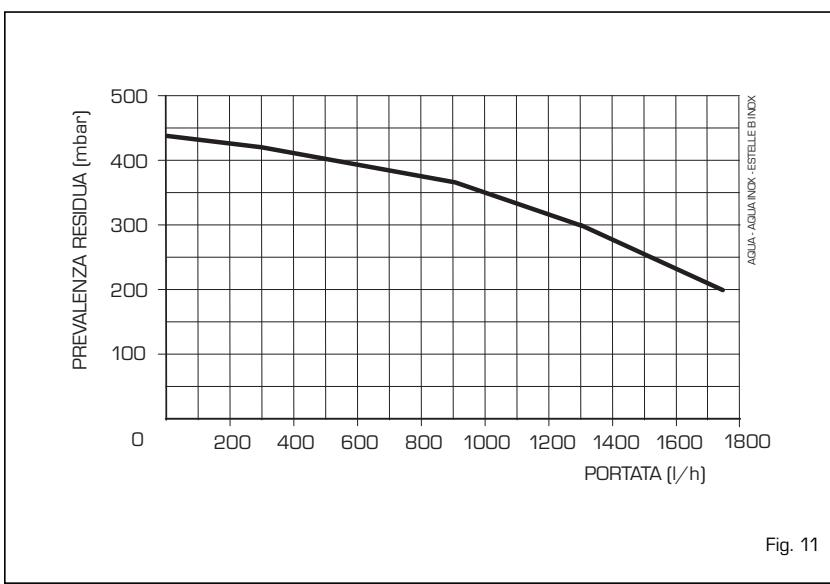

Fig. 11
3.2 PREVALENZA DISPONIBILE ALL'IMPIANTO (fig. 11)
La prevalenza residua per l'impianto di riscaldamento è rappresentata, in funzione della portata, dal grafico di fig. 11.